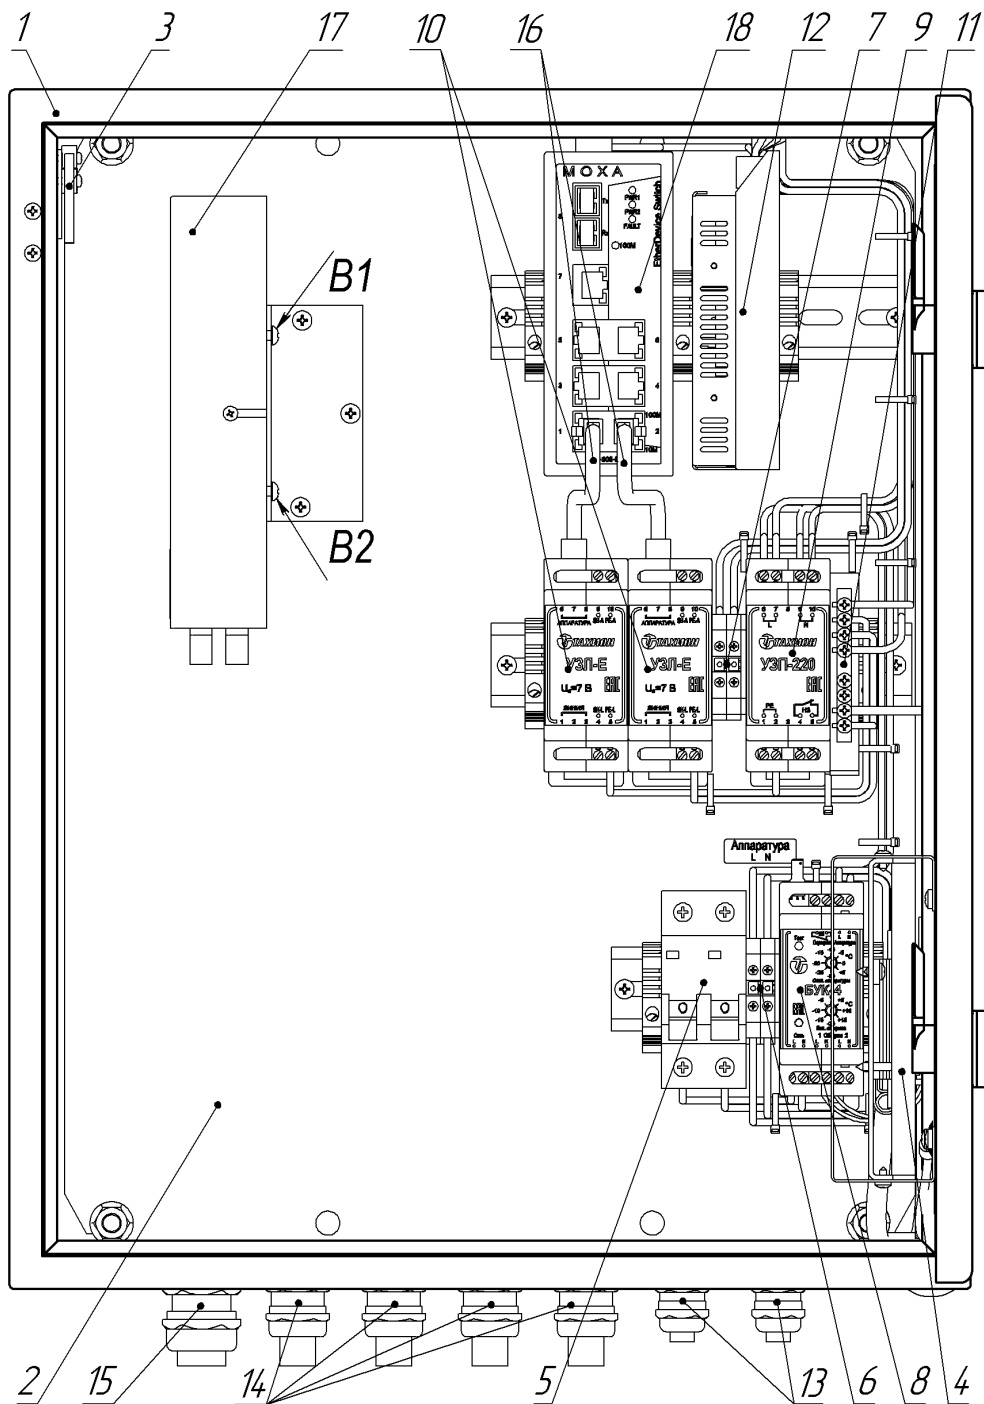

Рис. 1. Устройство термошкафа (дверь открыта на 90°)
- снять оптический кросс с кронштейна, ослабив крепежные винты В1 и В2 (рис.1);
6. При необходимости подключить тамперный контакт S2 (рис.1) к внешнему устройству сигнализации.
7. Подать напряжение питания 220В AC на автомат питания, при этом фазный провод (L) соединить с контактом 1, нулевой провод (N) с контактом 3.